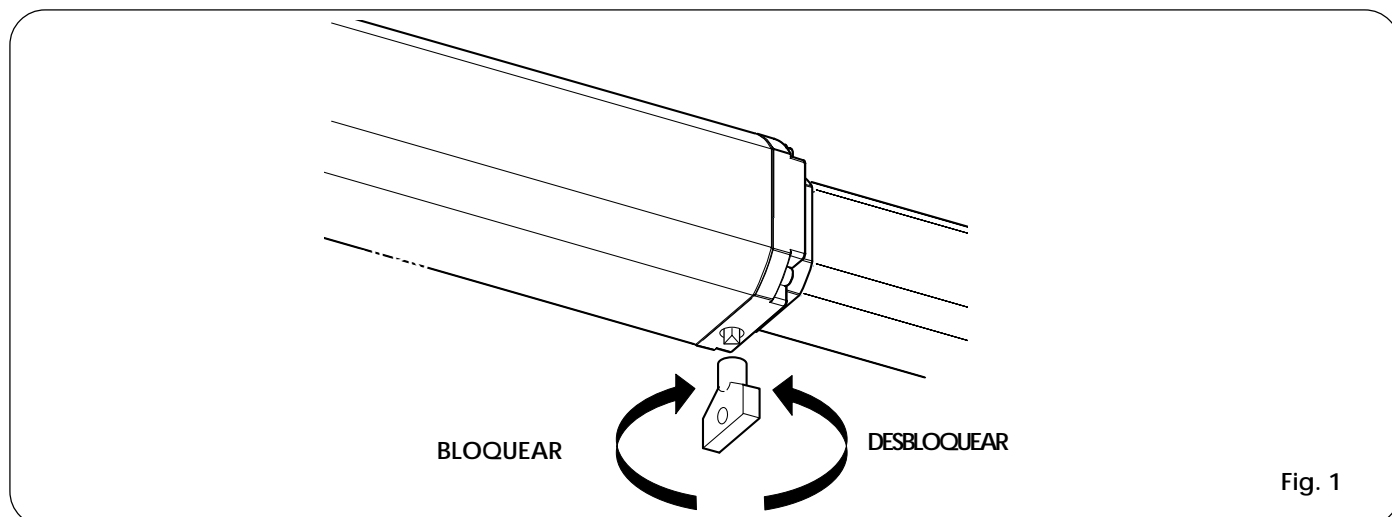

Fig. 1
- Introduzca la llave triangular en el tornillo de desbloqueo situado en la parte inferior de la brida (Fig.1).
- Para volver a bloquear el operador, gire en sentido horario, hasta que se detenga, la llave de desbloqueo (Fig. 1).